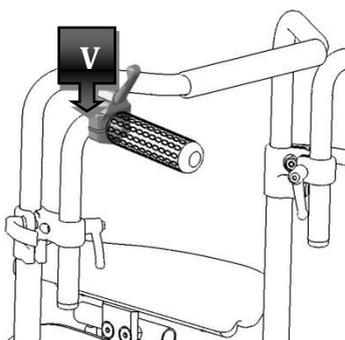

Figura 35
Para substituir a alavanca de encosto reclinável (direita ou esquerda) desparafuse completamente os dois parafusos (V) mostrados na Figura 35 com uma chave de fendas de cruz PH2, depois de introduzir a nova alavanca certifique-se de que aperta os parafusos corretamente.